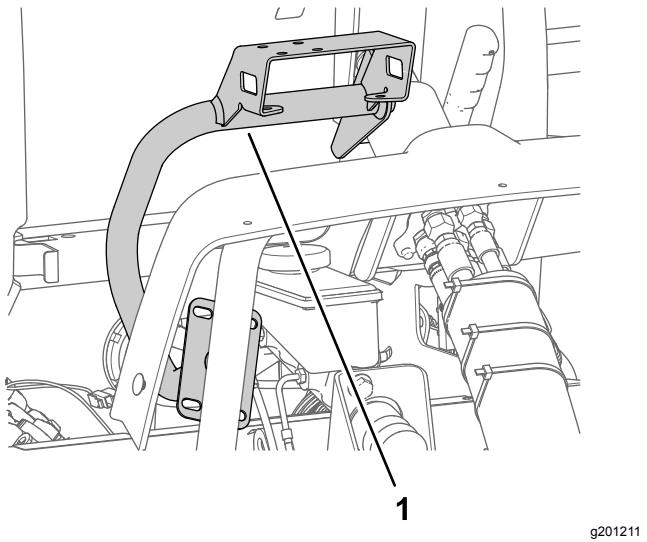

Figura 160
- Alinhe a montagem do monitor na máquina como se mostra na Figura 160.